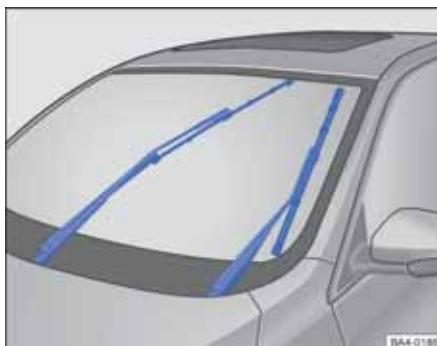

图 204 处于保养位置的刮水片
- 将风窗玻璃刮水器拨杆向下拨至点动刮水位置。使刮水器处于保养位置。⇒ 图 204